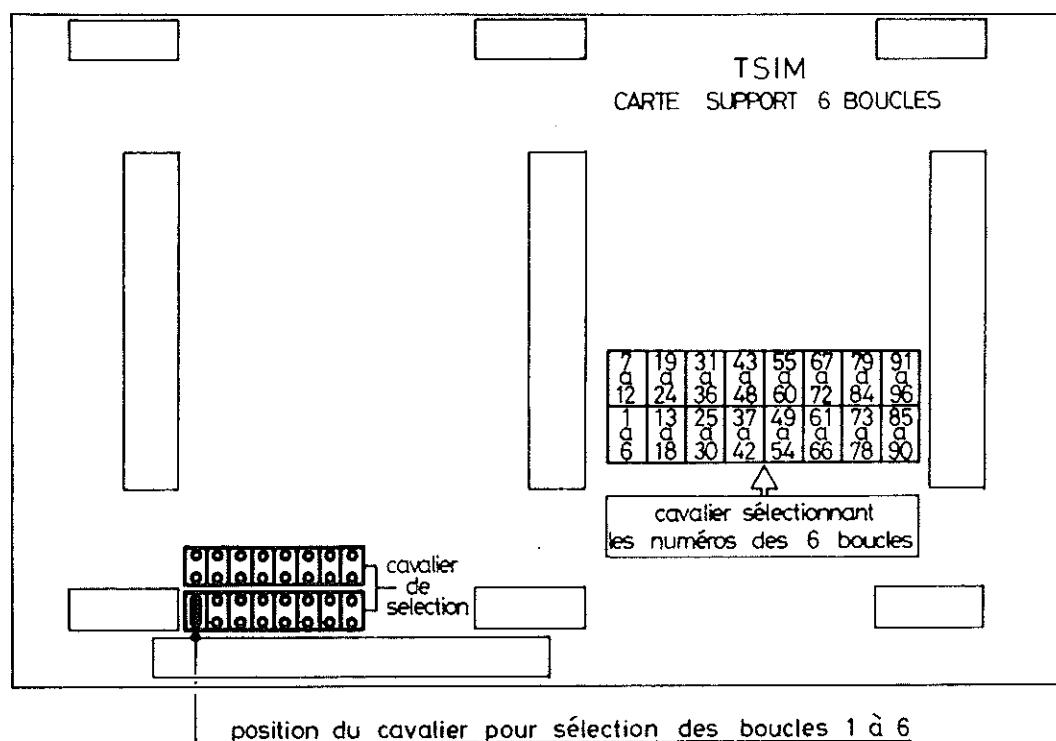

fig 2
- 3 - Vérifier la présence et le positionnement des cavaliers des "cartes support 6 boucles", suivant le schéma imprimé sur la carte (Fig. 2).